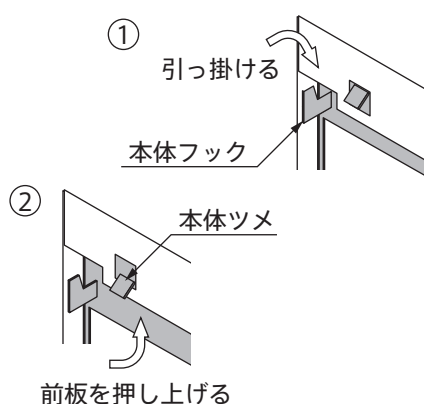

図11 B部詳細図
- (2) 前板側接続部の下側の穴に、本体側接続部の本体ツメを差し込み、上側の穴より、ローレットネジにて固定してください。(図11)